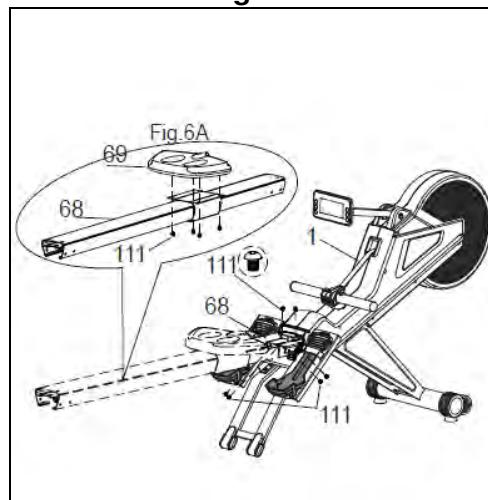

Fig.7
Posicione el soporte (66) en la parte posterior del carril (68) Fig.7.
Introduzca el tornillo (111) Fig.7 y apriete fuertemente.